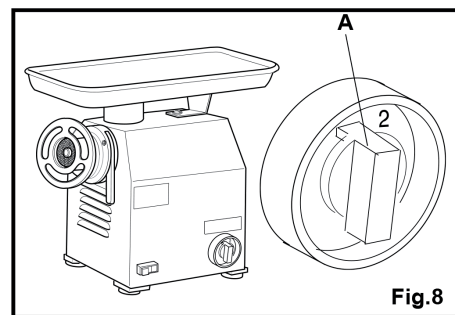

Fig. 8
Um den Fleischwolf einzuschalten (Abb.8), drehen Sie den Hebel (A) des Inverters bis zum Anschlag nach rechts und lassen Sie dann den Hebel los, der automatisch in die Position (1) zurückkehrt.